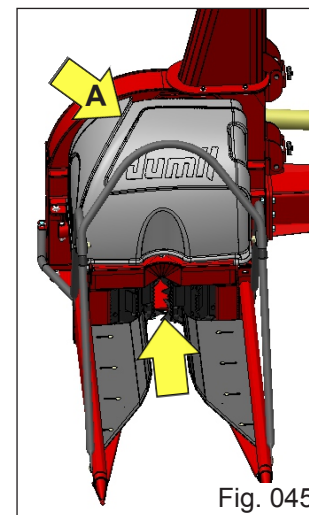

Fig. 045
Caso ocorra o embuchamento na Caixa de Rolos (Fig. 045), siga o procedimento:
Si el buje se produce en los rollos de la caja (Fig. 045), siga el procedimiento:
If the bushing occurs in the Box rolls (Fig. 045), follow the procedure:
- Retire a Tampa de proteção "A" (Fig. 045);
- Retire la tapa de protección "A" (Fig. 045);
- Remove the protection cover "A" (Fig. 045);